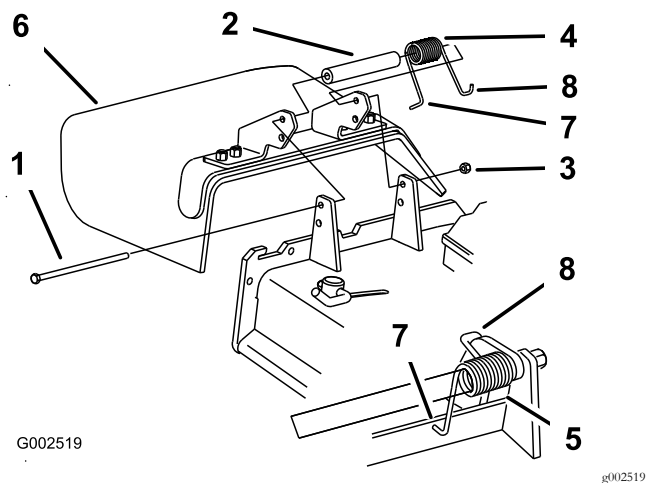

Figura 91
Nota: Asegúrese de colocar el extremo en **L** del muelle detrás del reborde de la carcasa antes de instalar el perno, según muestra Figura 91.
5. Coloque el extremo en **J** del muelle alrededor del deflector de hierba (Figura 91).
1. Retire la contratuerca, el perno, el muelle y el espaciador que sujetan el deflector a los soportes de pivote (Figura 91).